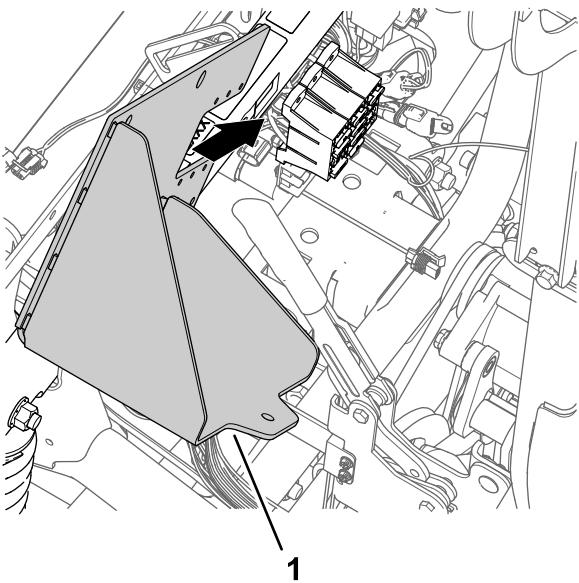

Figura 173
1. Alinhe o novo suporte da bateria com o tubo de suporte do para-choques da máquina e os blocos de fusível (Figura 173).